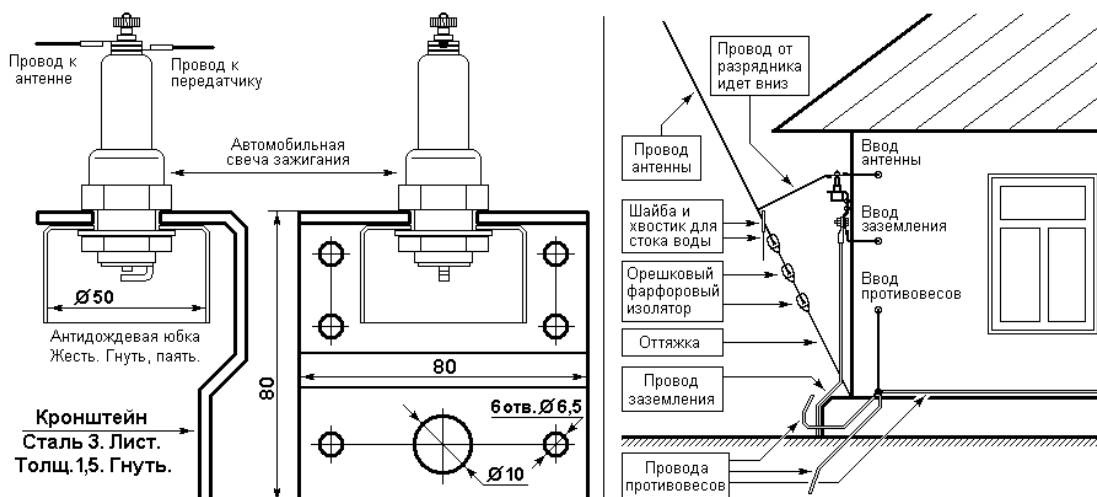

Рис. 3
Если и бюджетный вариант разрядника не устроит, ну, хотя бы своей сложностью, есть еще и подручный вариант, правда, у него лишь один искровой промежуток (**рис. 3**). Но зато он предназначен для очень длительной работы. Это автомобильная свеча зажигания. Корпус свечи вворачивается в алюминиевый уголок, закрепленный на заземленной задней панели передатчика или, как показано на рисунке, а ее электрод присоединяется к выводу антенны. Зазор в искровом промежутке стоит установить 0,3 мм: между электродами вставляется металлическая пластинка толщиной 0,3 мм и молотком подгибается внешний электрод. После удаления пластинки из зазора разрядник готов к работе.
1. Комаров С. Передающий комплекс индивидуального радиовещания. - Радио, 2015, №9, с. 25, рис. 3.